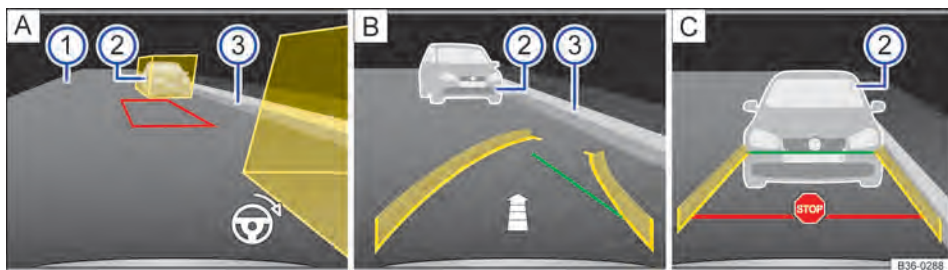

Fig. 206 Exibição do display da câmera de marcha à ré: entrar na vaga com o modo 2.
Legenda para Fig. 206:
6.	Posicionar o veículo a uma distância de aproximadamente 1 metro paralelamente à fila de estacionamento, de modo que as caixas de auxílio exibidas reconheçam todos os obstáculos → Fig. 206 ② [A] . Não pode haver obstáculos na área entre as caixas de auxílio.
<p>Girar o volante até que o trapézio vermelho se movimente entre as caixas de auxílio e até a moldura ficar verde. Manter o volante nesta posição.</p> <p>O símbolo de volante na margem inferior direita da imagem → Fig. 206 [A] indica ao condutor o movimento do volante necessário durante todo o processo de estacionamento.</p>
<p>OU: até que a guia lateral verde curva coincida com o limite lateral da vaga de estacionamento, por exemplo, meio-fio ③.</p> <p>Uma seta → Fig. 206 [B] indica, dependendo da quantidade de segmentos representados, o trecho para trás que ainda deve ser conduzido.</p>
Conduzir mais para trás vagarosamente até que seja exibido o símbolo para parar → Fig. 206  .